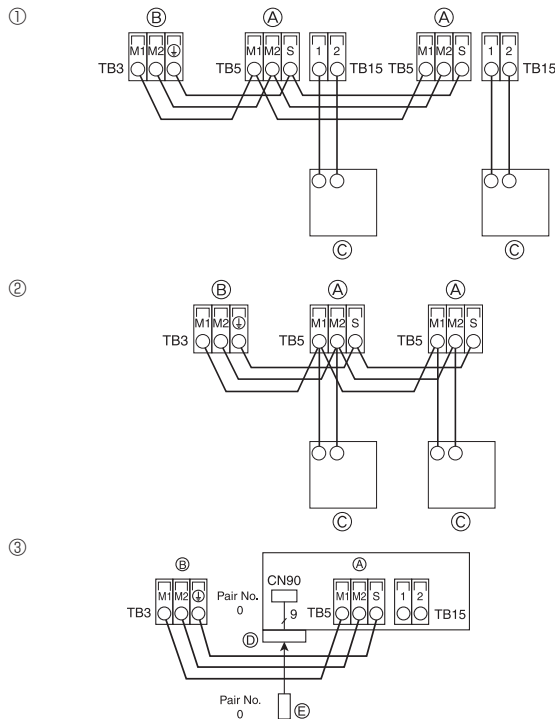
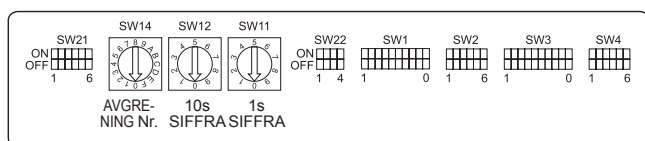

Fig. 4-8
Fig. 4-9
4.4 Ansluta fjärrkontroll samt överföringskablar mellan inomhusenhet och utomhusenhet (Fig. 4-8)
- ① MA fjärrkontroll
- ② M-NET fjärrkontroll
- ③ Trådlös fjärrkontroll (När en trådlös signalmottagare installeras)
- ④ Kopplingsplint för överföringskabel inomhus
- ⑤ Kopplingsplint för överföringskabel utomhus (M1(A), M2(B), ⊕(S))
- ⑥ Fjärrkontroll
- ⑦ Trådlös signalmottagare
- ⑧ Trådlös fjärrkontroll
4.5. Inställningsadresser (Fig. 4-9)